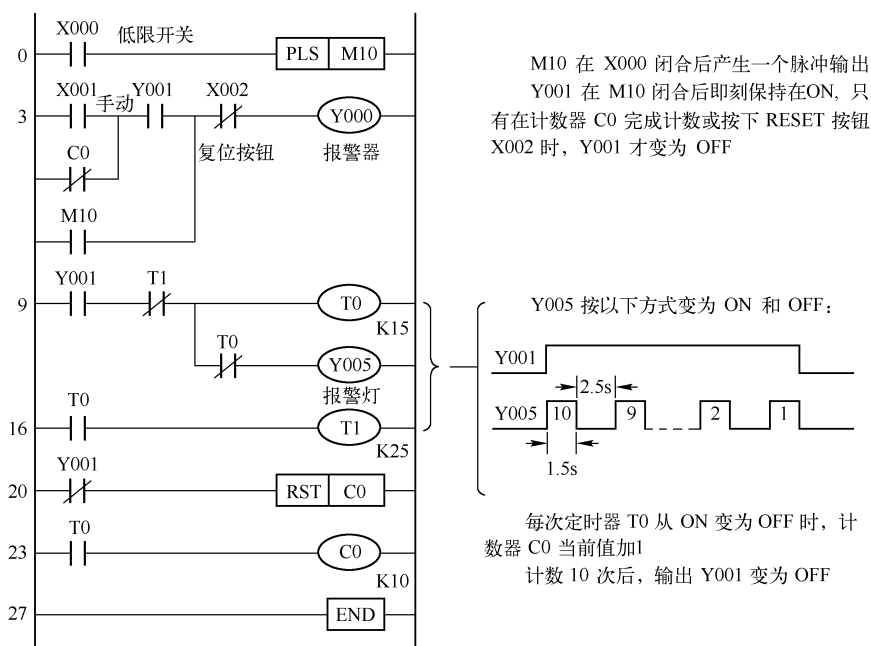

图 2-34 梯形图
(2) 本例的目的 设计一个包括计数器和定时器的闪烁电路的控制程序。
(3) 画出控制逻辑图（梯形图）（见图 2-34）